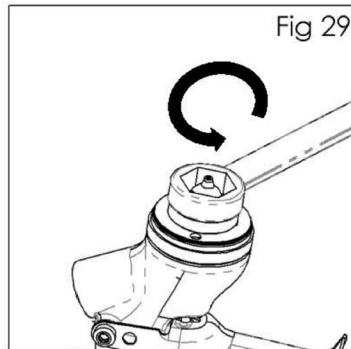

Fig 29
4. Quite la boquilla de líquido usando una llave inglesa de 10 mm. (Ver Fig. 29).